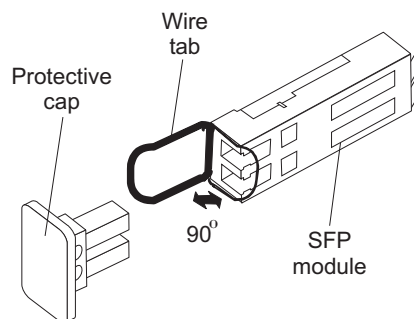

Figura 15. Módulo SFP e Tampa Protetora
2. Remova a tampa protetora do módulo SFP, conforme mostrado na Figura 15 na página 47. Guarde a tampa protetora para utilização futura.
2. Se necessário, remova a tampa protetora do módulo SFP, como mostra a Figura 15 na página 47. Guarde a tampa protetora para utilização futura.